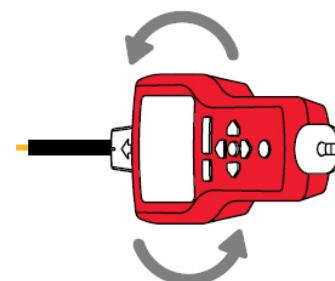

Figura 3.1h
- Para comprobar la dirección del cable, gire periódicamente el receptor 90 grados. La intensidad de señal será más alta cuando esté alineado con la marca del sensor de punta. (Consulte la Figura 3.1h).